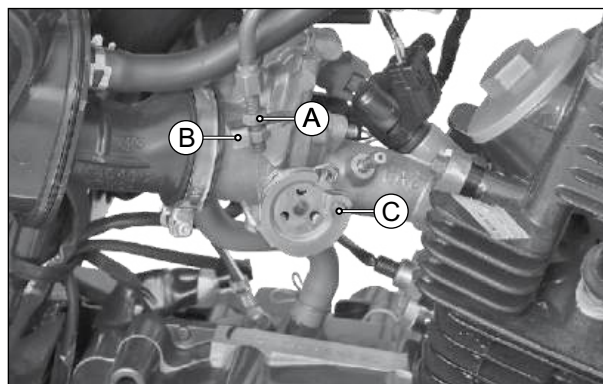

Fig. 3.24
- Remova totalmente a contraporca do cabo do acelerador (A) e desencaixe o cabo do acelerador do suporte do corpo do acelerador (B) e do corpo do acelerador (C). (Fig. 3.24)